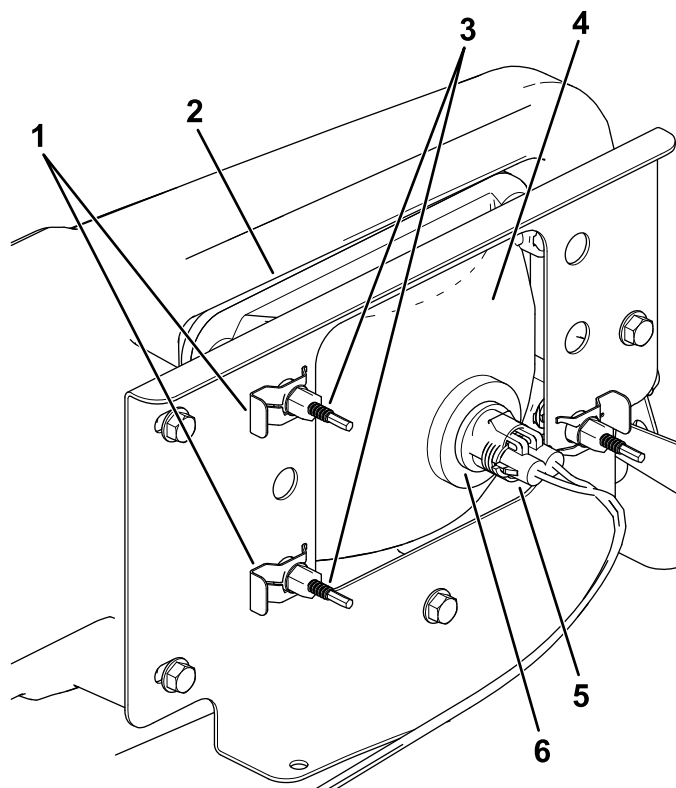

Figura 51
3. Deconectați conectorul electric al cablajului de la conectorul ansamblului de lămpi (Figura 51).
4. Îndepărtați clemele care fixează farul în consola acestuia (Figura 51).
5. Scoateți ansamblul farului deplasându-l în față prin deschiderea din bara de protecție față (Figura 51).
6. Instalați farul nou prin deschiderea din bara de protecție (Figura 51).
8. Conectați conectorul electric al cablajului la conectorul ansamblului lămpii (Figura 51).
5. În partea din spate a ansamblului farului, rotiți uruburile de reglare (Figura 51) pentru a pivota ansamblul farului și pentru a alinia poziția fasciculului.